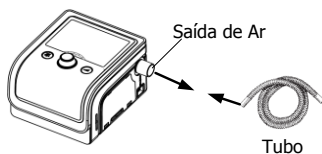
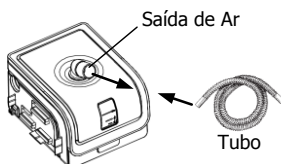

Fig. 11-4
Fig. 11-5
(1) Ligue uma ponta do tubo à saída de ar do dispositivo principal, como mostrado na Fig. 11-4. Se o dispositivo principal for utilizado com um Umidificador, ligue uma ponta do tubo à saída de ar do Umidificador, como mostrado na Fig. 11-5.